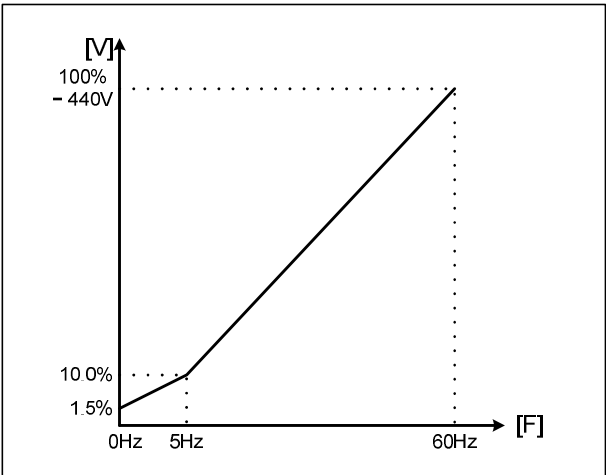

图7.4-2 V/F 用户曲线设定
► 希望输出电压(V)和频率(F)的比率任意调整(参见图7.4-2)